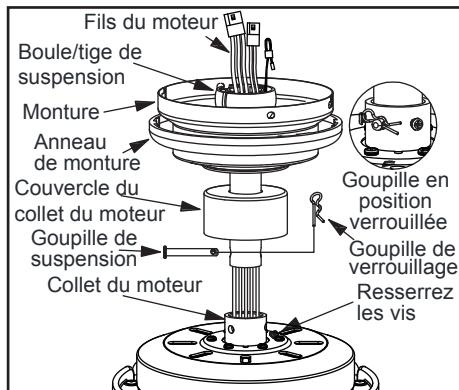

Figure 10
4. Faites passer les fils sortant du dessus du moteur du ventilateur par le couvercle décoratif du collet du moteur puis par l'anneau de monture. Assurez-vous que les ouvertures en fente sont orientées vers le haut. Faites passer les fils à travers la monture et ensuite à travers l'ensemble boule/tige de suspension. (Figure 10)
6. Alignez les trous au bas de la tige de suspension avec les trous du collet sur le dessus du boîtier du moteur. (Figure 10)
7. Insérez avec précaution la goupille de suspension dans les trous du collet et de la tige de suspension. Faites attention à ne pas coincer les fils à l'intérieur de la tige de suspension avec la goupille de suspension. Insérez la goupille de verrouillage dans le trou près de l'extrémité du boulon jusqu'à ce qu'elle se bloque en place, tel qu'indiqué dans le médaillon circulaire de la Figure 10.